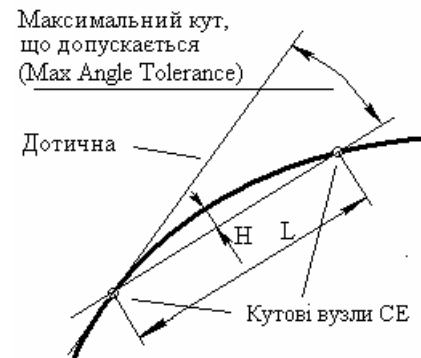
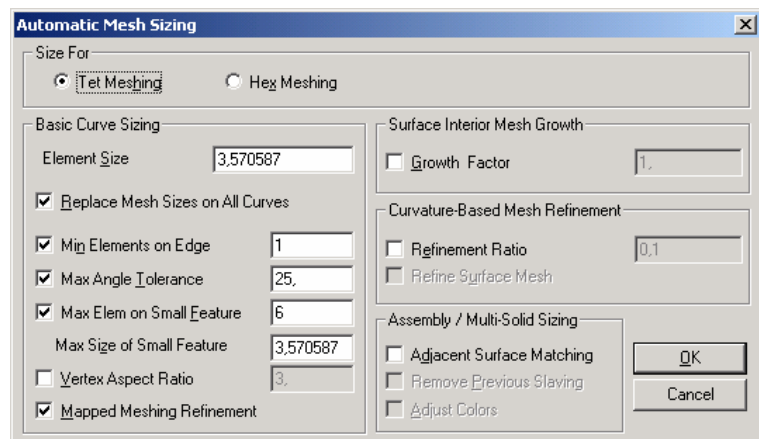

Рис.3.7. До завдання значення „**Max Angle Tolerance**”
Рис.3.13. Діалогова панель завдання параметрів створення СЕС у „твердому” тілі, тетрадральні СЕ
- на поверхні (**Size on Surface...**): обираються поверхні, після чого з’являється відповідна діалогова панель „**Automatic Mesh Sizing**” (див. рис.3.6-б). На ній потрібно вказати максимальний розмір СЕ (**Element Size**); мінімальну кількість елементів на ребрі (**Min Elements on Edge**); максимальний кут, що допускається (**Max Angle Tolerance**, див. рис.3.7); максимальну кількість (**Max Elem of Small Feature**) та розмір (**Max Size of Small Feature**) СЕ у околі
малих особливостей. Ще на ній можна встановити опцію „**Replace Mesh Sizes on All Curves**” (замінити розміри сітки на усіх кривих), тобто відмінити попередню розмітку; а також опції „**Length Based Sizing**” (розмітка, що основана на довжині) та „**Mapped Meshing Refinement**” (вдосконалене відображення сітки). Є ще параметри: коефіцієнт зменшення для вершини (**Vertex Aspect Ratio**); у секції „**Surface Interior Mesh Growth**” – коефіцієнт зростання розмірів СЕС по мірі віддалення від границі поверхні (**Growth Factor**); у секції „**Curvature-Based Mesh Refinement**” включена опція „**Refinement Ratio**” вкаже на те, на кривих границях розмітку СЕ необхідно провести відповідно до вказаного коефіцієнту, який дорівнює відношенню $H/L < 1$ (див. рис.3.7), що дозволяє побудувати якісну сітку на криволінійних границях; а опція „**Refine Surface Mesh**” – що після цього СЕС необхідно ще раз оптимізувати;
Для створення *тетрагональної* тривимірної СЕС на основі „твердих” тіл є команда **Mesh → Geometry → Solids...** Обираються „тверді” тіла, з'являється діалогова панель „**Automatic Mesh Sizing**” (див. рис.3.13). На ній потрібно обрати „**Tet Meshing**” або „**Hex Meshing**” (тетрагональні або гексагональні СЕ); вказати: максимальний розмір СЕ (**Element Size**); мінімальну кількість елементів на ребрі (**Min Elements on Edge**); максимальний кут, що допускається (**Max Angle Tolerance**, див. рис.3.7); максимальну кількість (**Max Elem of Small Feature**) та розмір (**Max Size of Small Feature**) СЕ у околі малих особливостей. Ще на ній можна встановити опцію „**Replace Mesh Sizes on All Curves**” (замінити розміри сітки на усіх кривих), тобто відмінити попередню розмітку поверхонь та ребер; опції „**Length Based Sizing**” (розмітка, що основана на довжині), „**Mapped Meshing Refinement**” (вдосконалене відображення сітки). Останні опції можуть покращити створену СЕС.
Крім того, тривимірну тетрагональну СЕС можна отримати на основі поверхонь, які створюють *замкнений* простір. Дається команда **Mesh→Geometry→Solids from Surfaces...**, обираються поверхні, з'являється діалогова панель „**Automatic Mesh Sizing**” (див. рис.3.13). Параметри, що задаються на ній, розглянуті у Розділі 3.3.1.1.